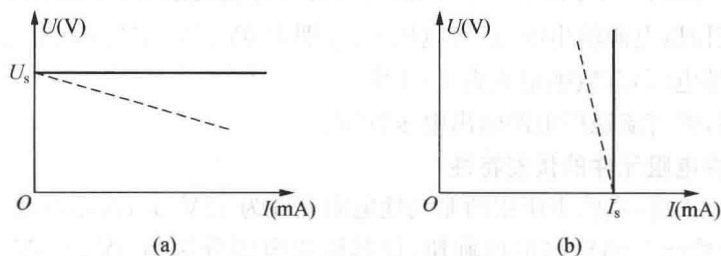

图 1-2 电压源和电流源伏安特性曲线
(3) 理想的直流电压源输出固定幅值的电压,输出电流大小取决于它所连接的外电路。因此它的伏安特性曲线是平行于电流轴的直线,如图 1-2(a)中实线所示。实际电压源可以用一个理想电压源 U_s 和内电阻 R_i 相串联的电路模型来表示。实际电压源的端电压 U 和电流 I 的关系式为: $U=U_s - R_i \times I$ 。实际电压源的伏安特性曲线如图 1-2(a)中虚线所示。
(4) 理想的直流电流源输出固定幅值的电流,其端电压的大小取决于外电路,它的伏安特性曲线是平行于电压轴的直线,如图 1-2(b)中实线所示。实际电流源可以用一个理想电流源 I_s 和 R_i 相并联的电路模型来表示。实际电流源的输出电流 I 和电压 U 的关系式为: $I = I_s - U/R_i$ 。实际电流源的伏安特性曲线如图 1-2(b)中虚线所示。